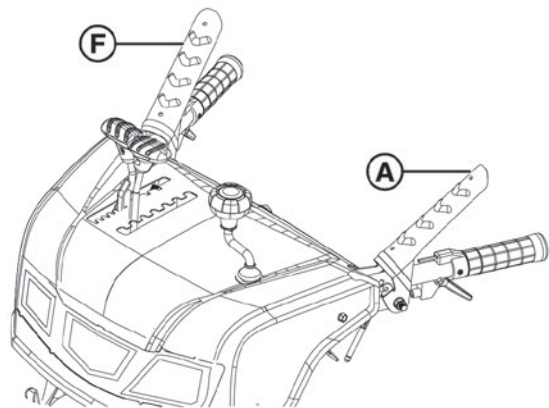

Рис. 12
1. Нажмите и удерживайте рычаг управления шнеком (А, Рис. 12)
2. Нажмите и удерживайте рычаг управления шнеком (F).